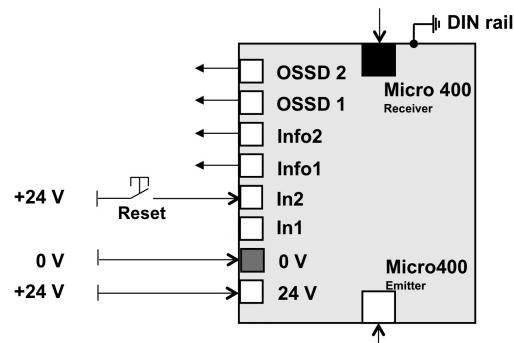

Figura 4: Módulo base MSR41, cortina de luz Micro400, arranque manual, sin monitoreo de salida
- a) a las dos salidas PNP de seguridad (OSSD) del módulo base (por ej. la Figura 4)